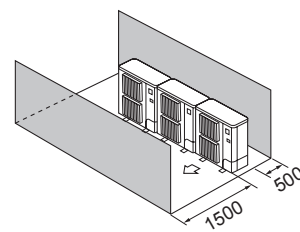

Fig. 2-15
- ④ Csak elől és hátul vannak akadályok (Fig. 2-15)